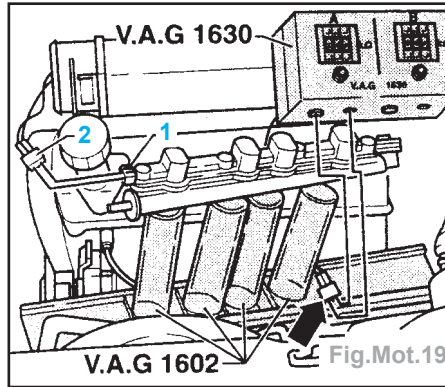

Fig.Mot.19
- Brancher les conduites d'alimentation et de retour sur le répartiteur de carburant (flèche) et les prolonger si nécessaire par des flexibles auxiliaires (Fig.Mot.19).